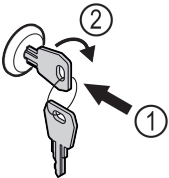

Fig. 174 Примерное изображение
- ▶ Вставьте ключ Fig. 174 (1).
- ▶ Поверните ключ на 90° по часовой стрелке Fig. 174 (2).